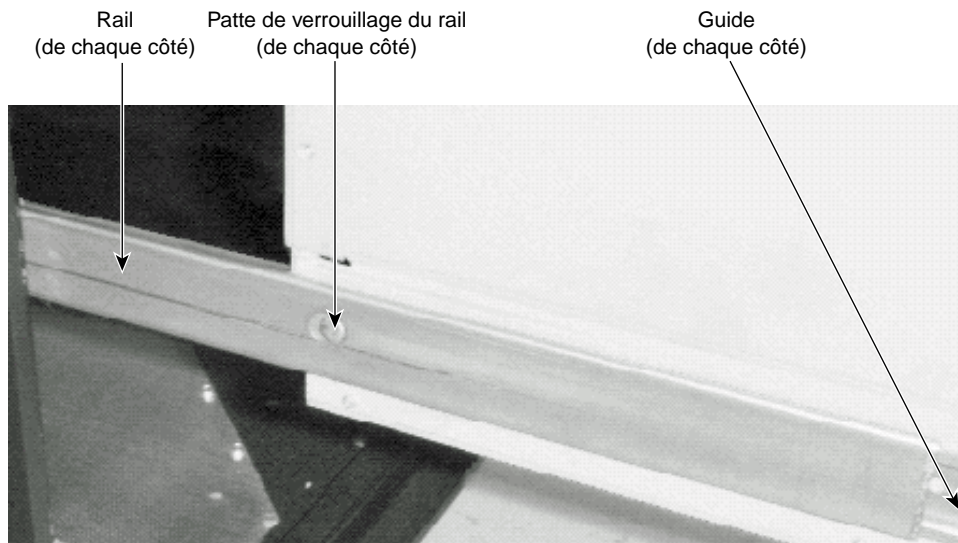

Figure 1-9 Rail dans son guide
12. Appuyez sur les onglets des rails verrouillés et faites glisser l'unité de base jusqu'au fond du rack. Après avoir fait glisser l'unité de base de quelques centimètres vers le fond, l'unité et les rails coulissent ensemble dans l'armoire en formant un tout. Reportez-vous à la Figure 1-9.